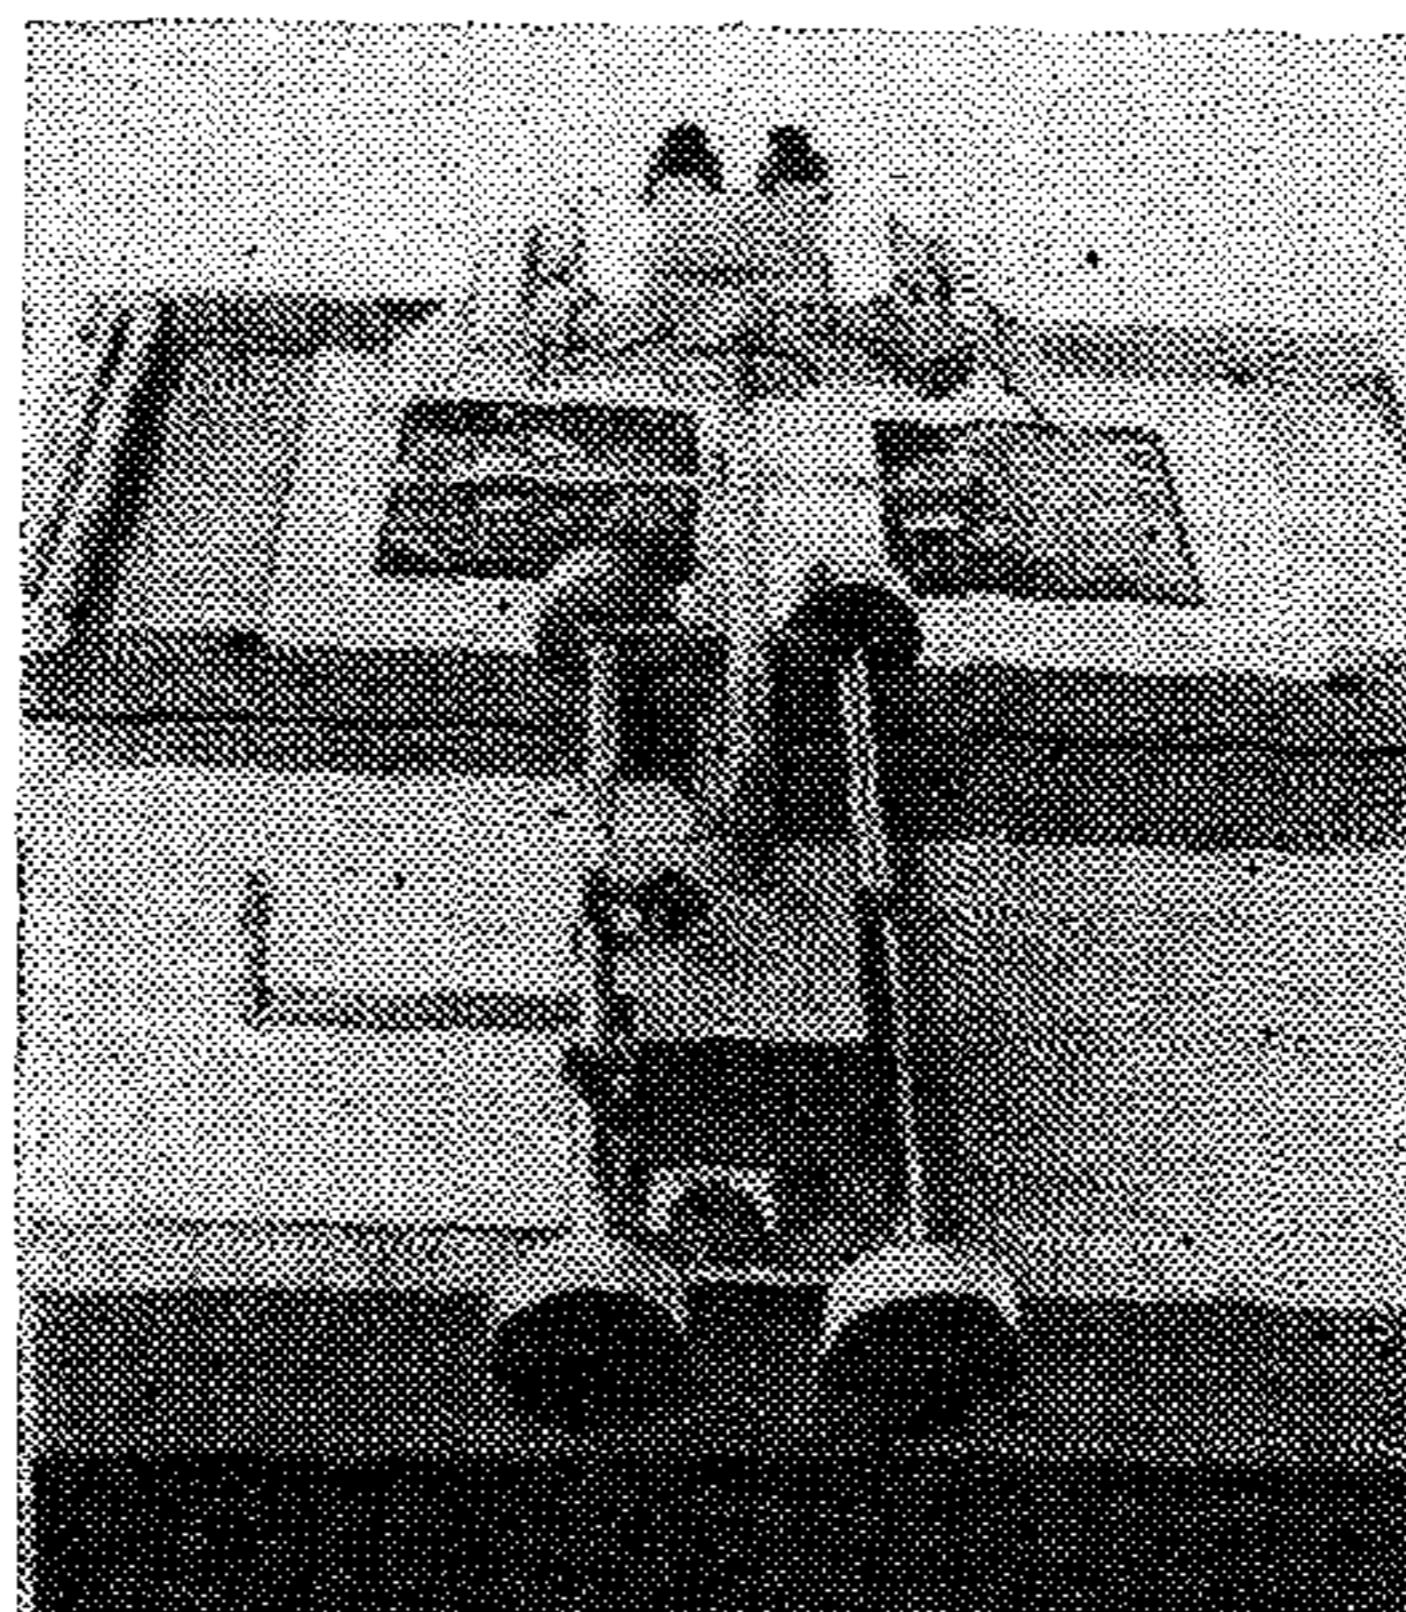

Рис. 42. Стереопантометр
**7.14. Стереопантометр** (рис. 42) предназначен для нанесения на планшет по стереопаре аэроснимков элементов ситуации и рельефа. Может использоваться для дешифрирования.